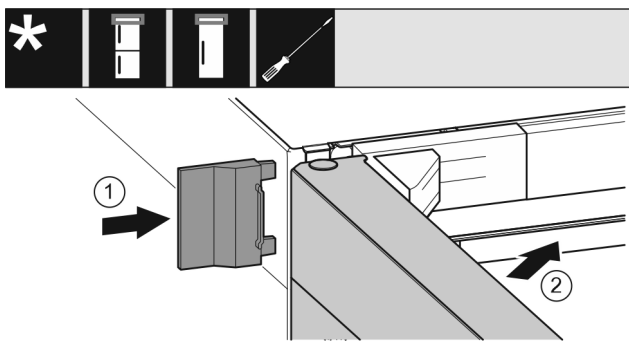

Fig. 22
- ▶ Насуньте зовнішню кришку. Fig. 22 (1)
- ▶ Закрийте верхні дверцята. Fig. 22 (2)